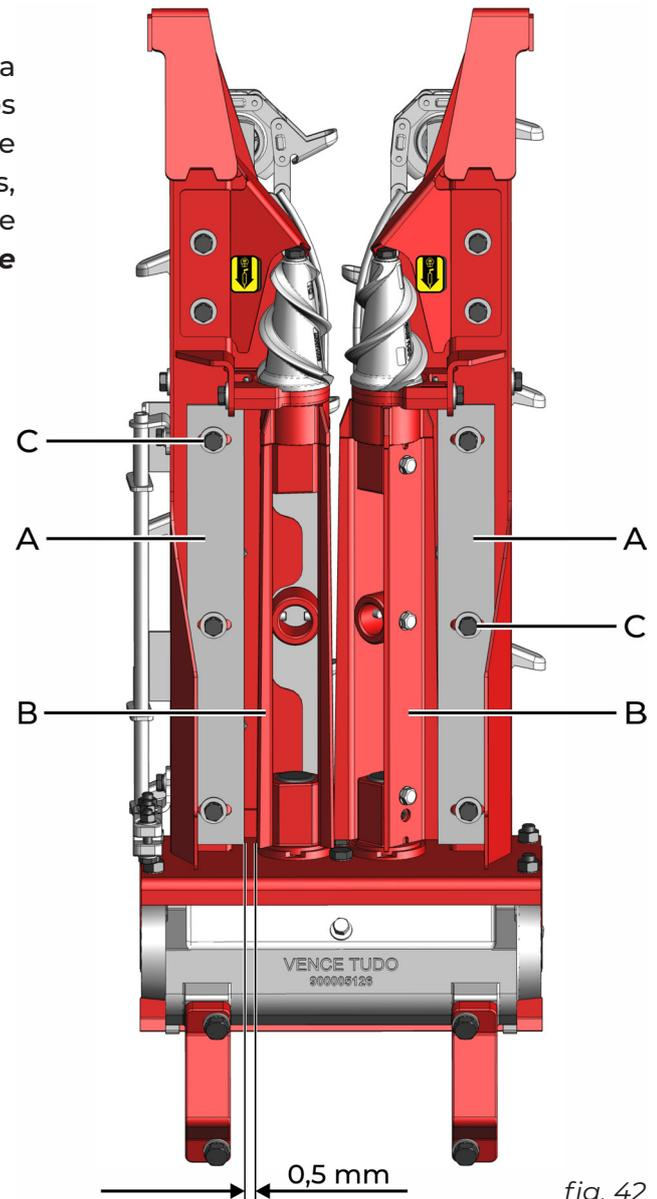

fig. 42
As navalhas (A) (fig. 42) dos rolos (B), têm a função de evitar a entrada de impurezas ao redor dos rolos recolhedores. Suas faces devem ser ajustadas de forma que fiquem o mais próximo possível dos rolos, sem encostar nas estrias. Para fazer a regulagem, solte os parafusos (C) e ajuste numa **distância mínima de 0,5 mm**.